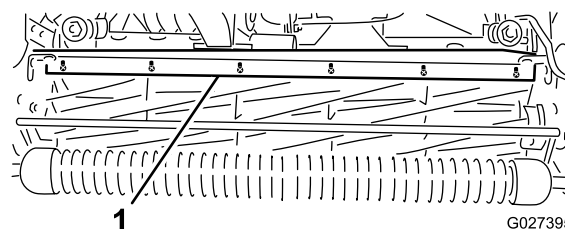

Figure 52
1. Desserrez les vis de fixation de la barre supérieure (Figure 52) au plateau de coupe.